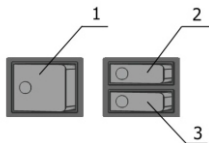

Рис. 2. Блок управления
6.1 Установить клавиши (см. рис. 2) включения вентилятора (1) и режимов (2, 3) в положение «0».
7.1.1 Включение. Установить клавишу (1) включения вентилятора (см. Рис. 2) в положение « I », при этом начинает работать вентилятор и загорается подсветка клавиши.